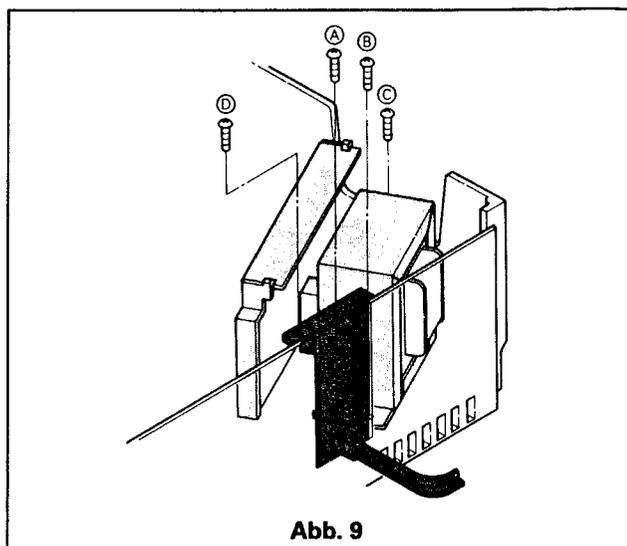

Abb. 9
1. Die drei Schrauben (A), (B), (C) entfernen und den Transformator lösen (Siehe Abb. 9).
2. Für das Lösen der Abschirmung die Schraube (D) entfernen (Siehe Abb. 9).